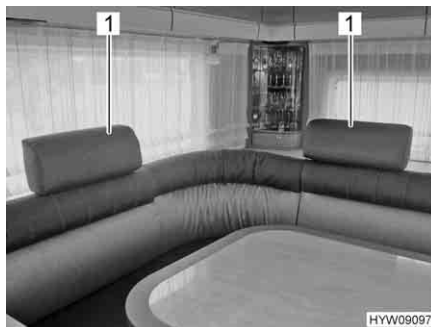

Fig. 86 Poggiatesta (separati)
- Fissare i poggiatesta (Fig. 86,1) tra il cuscino dello schienale e la parete.